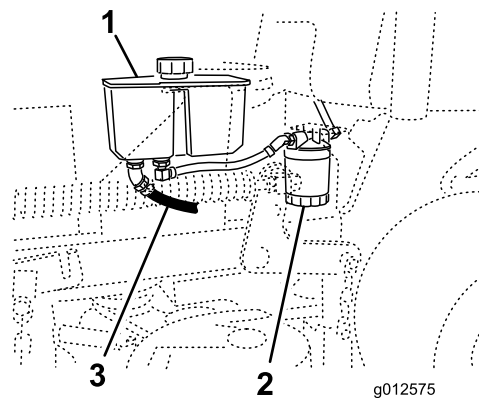

Figura 73
- Localize o tubo frontal hidráulico sob o depósito hidráulico e coloque um recipiente sob o depósito (Figura 73).